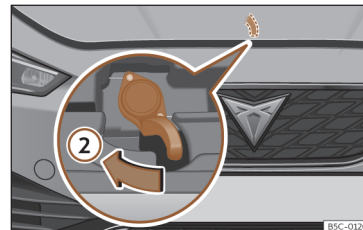

Fig. 216 Manetă sub capotă. »»
- Pentru ridicarea capotei, apăsați spre stânga maneta amplasată în partea centrală de sub capotă»» fig. 216 ②. Cârligele de fixare se eliberează.